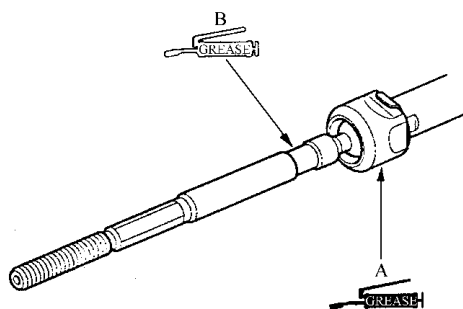

图 7-34 拆卸防松垫圈
- 5) 如图 7-34 所示，用扳手夹住转向齿条的平面，用扳手松开齿条的两端。小心不要让扳手损坏齿条表面。拆卸防松垫圈，并将其废弃。